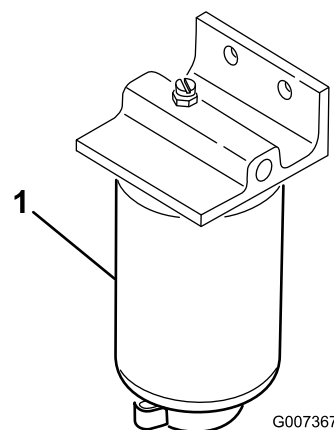

Figura 34
3. Deschideți bușonul de golire de pe filtrul de combustibil cu aproximativ o tură și goliți apa acumulată (Figura 34).